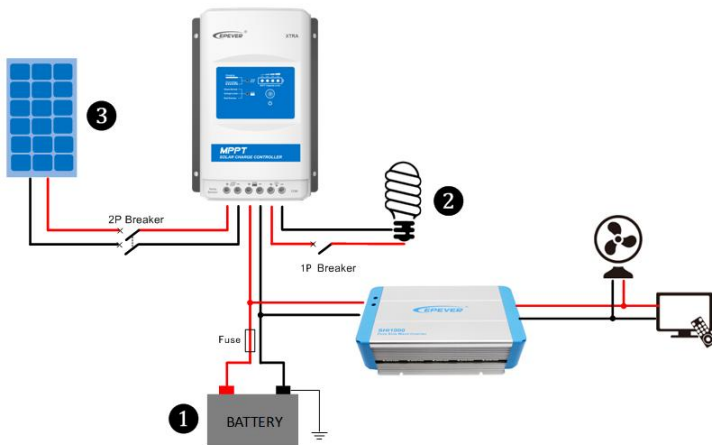

Figura 2-2 Diagrama esquemático do circuito elétrico.
Passo 2: Passo 2: Conecte o sistema na ordem de ① bateria → ② carga → ③ matriz PV, conforme ilustrado na Figura 2-2, "Diagrama Esquemático de Fiação", e desconecte o sistema na ordem inversa ③ ② ①.